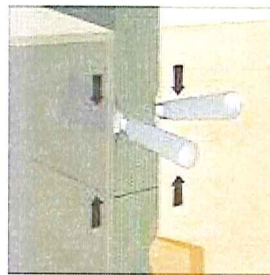

Bild 2: STUMPFSTOß im Massivbau
- Nasse Fugen können die, als Montagehilfe dienende, Selbstklebung neutralisieren. In diesem Fall kann TP600 bis zur Aufgehzeit mit Keilen fixiert werden (Bild 2).